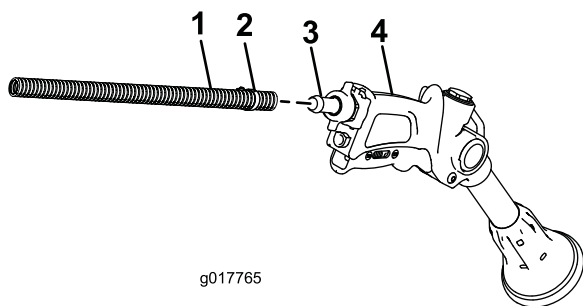

Figura 14
2. Ligue a extremidade livre da tubagem longa ao encaixe da pistola de pulverização (Figura 14).